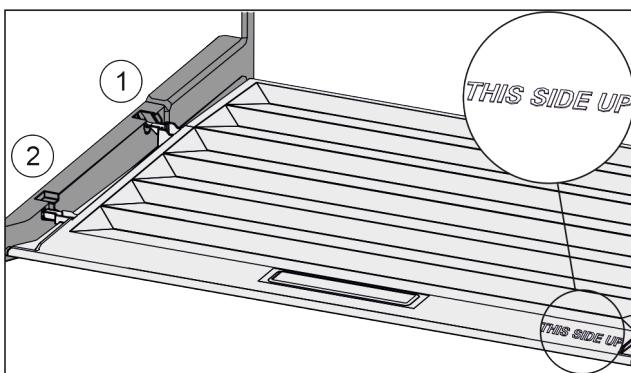

Fig. 92
- Вставить поперечные ребра крышки через отверстие заднего держателя Fig. 92 (1) и защелкнуть спереди в держателе Fig. 92 (2).